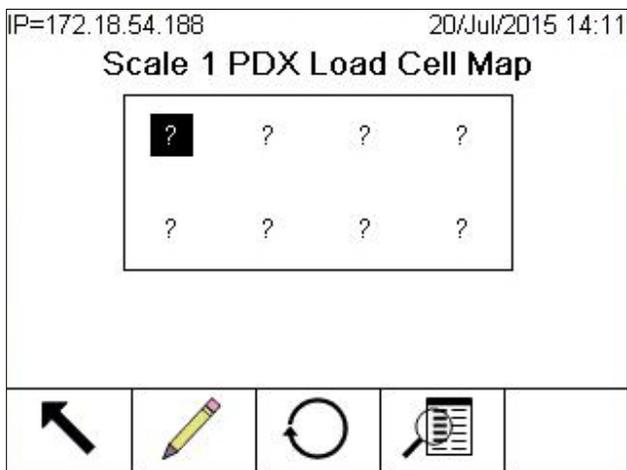

Figure 3-166 : Visualisation du mappage POWERCELL
La Figure 3-166 présente un mappage POWERCELL. Avant la réalisation du mappage, chaque adresse de capteur apparaît sous la forme d'un « ? » et la liste de connexion des câbles sous le diagramme est vide. La plate-forme graphique comprend le nombre de capteurs spécifiés dans la configuration sur **Bascule > Type> N° de capteur**. Utilisez les touches de navigation pour déplacer la surbrillance d'une cellule vers la position suivante du diagramme.
Veuillez noter que la position de chaque capteur d'une plate-forme est désignée alphabétiquement pour les différencier de leur valeur d'adresse numérique. La Figure 3-167 présente la position alphabétique de 14 capteurs. Dans l'exemple illustré sur la Figure 3-166, seule les huit premières positions sont utilisées.
4. Utilisez les touches fléchées pour sélectionner le capteur auquel le câble du circuit autonome est connecté – le deuxième dans la rangée inférieure de la Figure 3-166, et appuyez sur la touche programmable MODIFICATION. L'écran Modification du nœud (Figure 3-168) s'affiche.